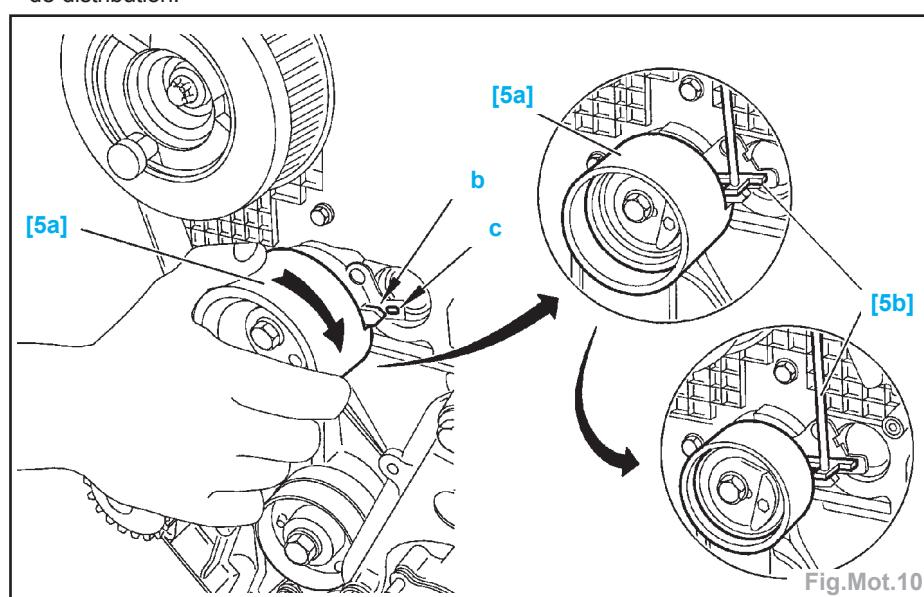

Fig. Mot.10
- Tourner le galet tendeur à l'aide de l'outil [5a] jusqu'à dépasser l'encoche (c) (Fig. Mot.10).
- Déposer (Fig.Mot.10) :